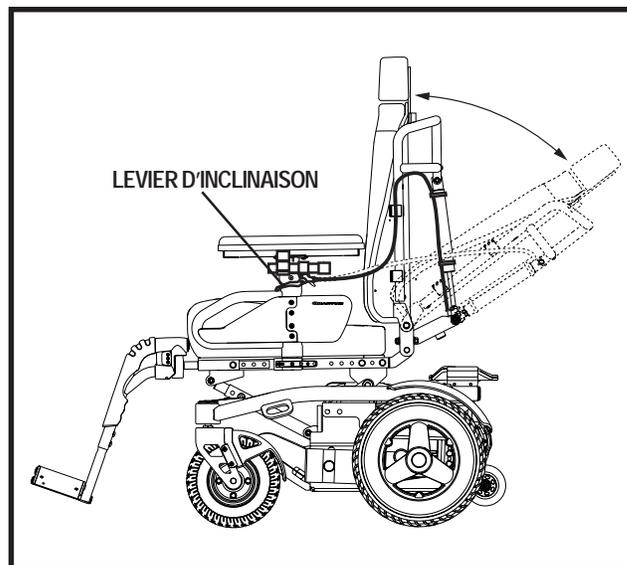

Figure 10. Ajustement manuel de l'inclinaison du dossier
1. Asseyez-vous avec le dos fermement sur le dossier et appuyez sur le levier d'inclinaison qui est installé sur l'accoudoir. Voir la figure 10.
7. Démontez le levier d'inclinaison et installez-le dans la fixation sur l'autre accoudoir. Voir la figure 10.